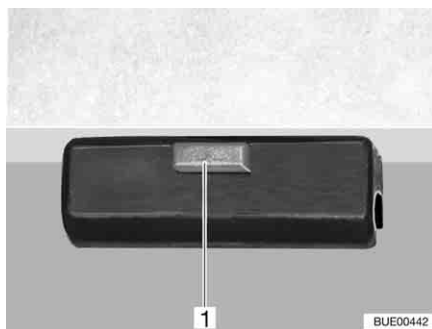

Bild 106 Lås
- Lossa låset (Bild 106,1) på bordsskivan.